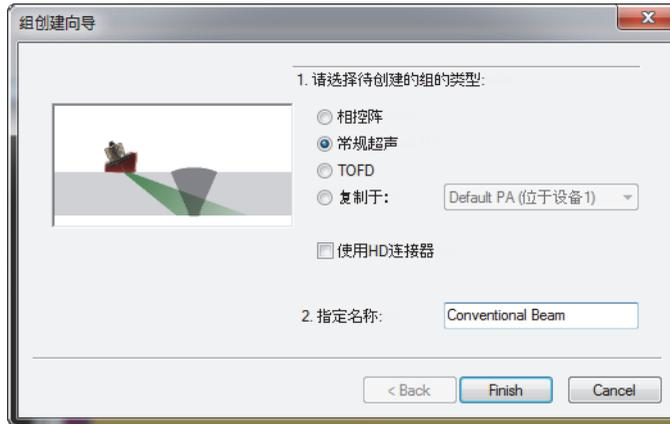

图 4-13 组创建向导对话框（常规超声）
2. 在出现的**组创建向导**对话框中（参见第108页的图 4-13），执行以下步骤：